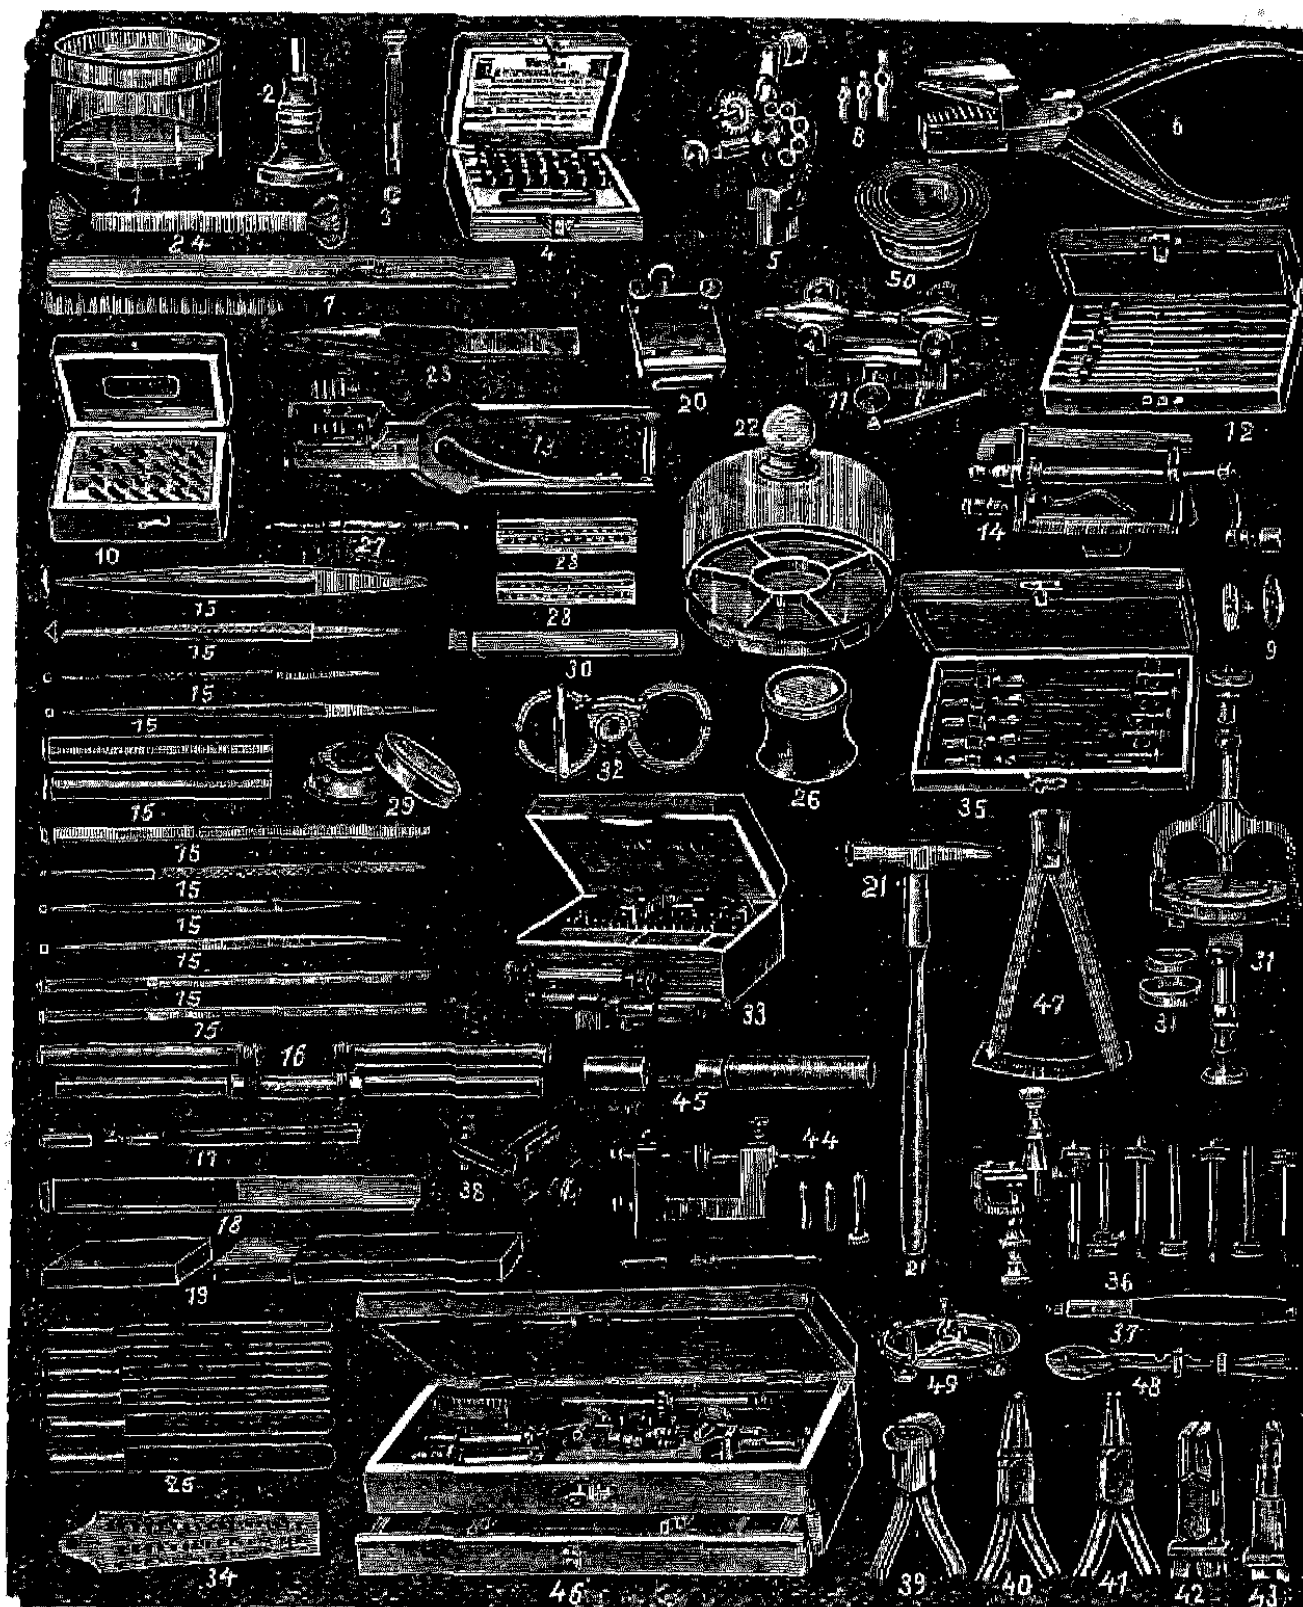

Рис. 62. Инструменты для мелкой часовой работы.
6. Инструменты для мелкой часовой работы (рис. 62)